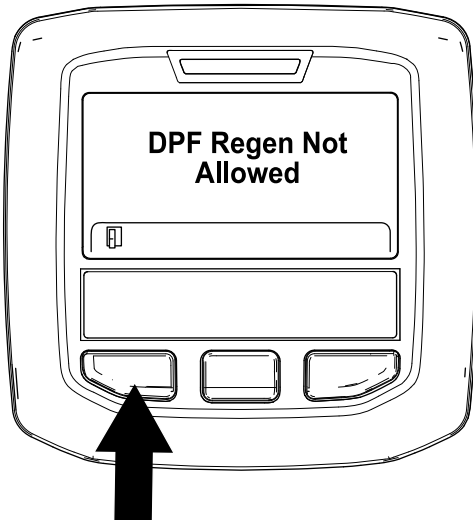

Figura 37
- Si el ordenador del motor no permite el proceso de regeneración, aparece el mensaje "DPF Regen Not Allowed" (Regeneración de DPF no permitida) en el InfoCenter (Figura 37). Pulse el botón de la izquierda para salir a la pantalla de inicio.